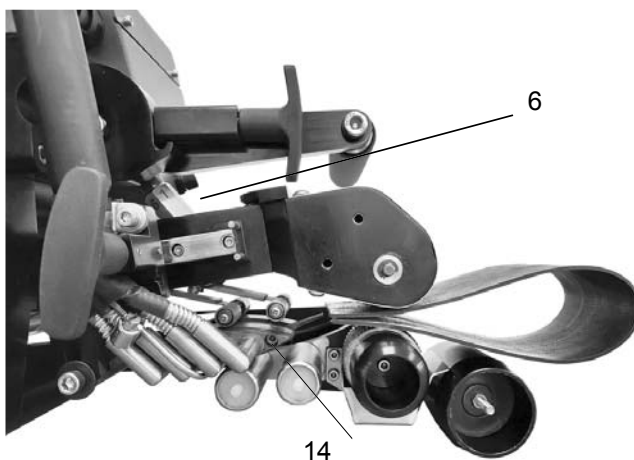

Рисунок 1
Муфта регулировки давления расположена между рычагом и верхней частью прижимного механизма; это шестигранная гайка (№6, рис.1).
- Убедитесь, что нагревательный клин (№14, рис.1) отключен и охлажден.
- Расположите сложенный пополам образец свариваемого материала между прижимными роликами, как на рис. 1. Поверните шестигранную гайку регулировки давления (6) по часовой стрелке на несколько оборотов, глядя сверху вниз, при поднятом вверх рычаге зажима, чтобы создать новую отправную точку для этой регулировки. (Сначала ослабьте контрящую гайку на шестигранной гайке, если таковая имеется, чтобы избежать повреждения резьбы).
- Закройте зажимной механизм с роликами, сняв фиксатор (10) и надавив на рычаг (8) до щелчка, пока он не встанет на место и не будет удерживаться стопором. В этот момент образец материала должен свободно перемещаться между роликами.
- Поворачивайте шестигранную гайку (№6, рис.1) против часовой стрелки до тех пор, пока прижимные ролики не начнут сдавливать материал, и вы больше не сможете поворачивать гайку вручную. Это обнуляет корректировку.
- Вставьте образец материала (два слоя, край, противоположный сгибу) между прижимными роликами и закройте прижимные ролики до тех пор, пока стопорный штифт не войдет в фиксатор, как показано на рисунке 1. Проверьте давление: попытайтесь сдвинуть материал из стороны в сторону. Если вы можете перемещать материал или вытягивать материал прямо, без поворота прижимных роликов, откройте зажимной механизм и поверните регулировочную гайку (№ 6, рис. 1) против часовой стрелки на $\frac{1}{4}$ оборота за раз (при необходимости, повторите), пока не будет достигнуто требуемое давление. Не забудьте затянуть контргайку на гайке регулировки давления, чтобы предотвратить снижение давления во время сварки.